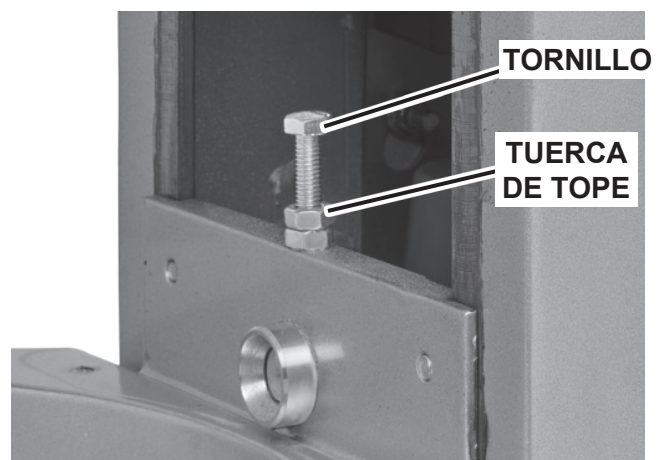

Fig. 13
- Ajuste el espacio libre al aflojar la tuerca de tope y mover el tornillo (Fig. 13) hacia la derecha para aumentar el espacio libre o hacia la izquierda para disminuir el espacio libre.